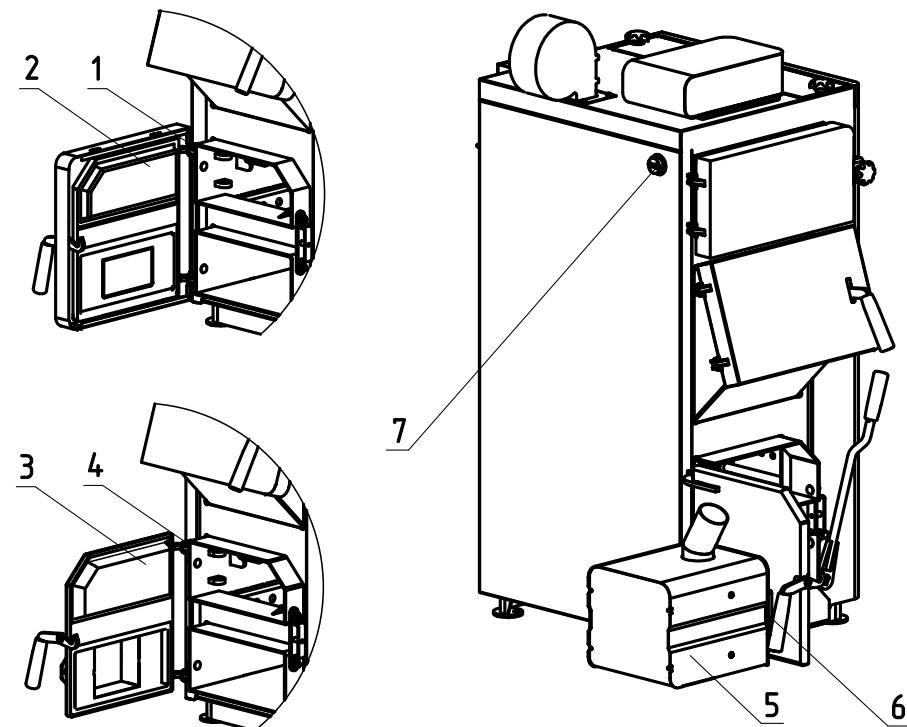

Рис. 10 Порядок установки двери на твердотопливные котлы ZOTA Magna 15;20;26
- Извлеките ось (Рис. 10, поз. 1) и снимите дверцу зольную (Рис. 10, поз. 2).
- Далее установите адаптер горелки (Рис. 10, поз. 3) и зафиксируйте его осью (Рис. 10, поз. 4).
- Установите горелку (Рис. 10, поз. 5) на котел и зафиксируйте ее гайками (Рис. 10, поз. 6).
- Для установки гильзы под датчики температуры и перегрева снимите пробку или тягoreгулятор (если установлен) и установите гильзу (Рис. 10, поз. 7) в освободившееся отверстие.